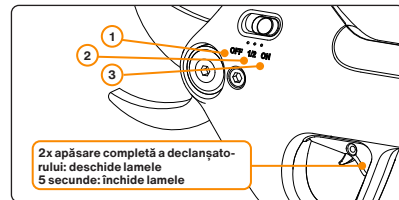

Figura 4: Diferite trepte ale comutatorului de alimentare și ale deschiderii lamei.
- După apăsarea declanșatorului, poziția de revenire este setată prin poziționarea comutatorului. Consultați figura 4.